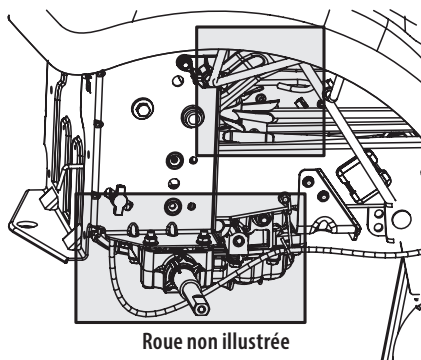

Figure 32
- Gardez l'essieu ainsi que la partie autour de la transmission et du ventilateur propres (Figure 32).